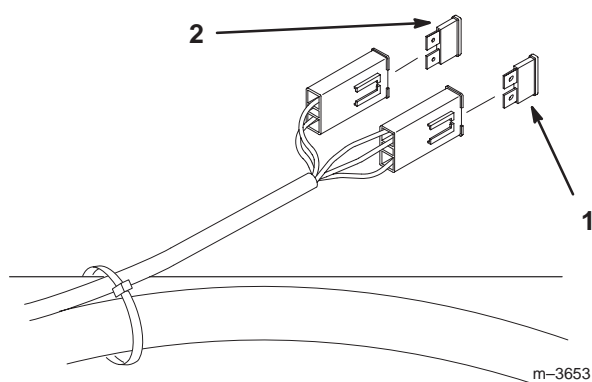

Abbildung 57
1. Den Sitz anheben, um Zugang zum Sicherungshalter zu erhalten (Abb. 57).
2. Die Sicherungen zum Austausch herausziehen (Abb. 57).